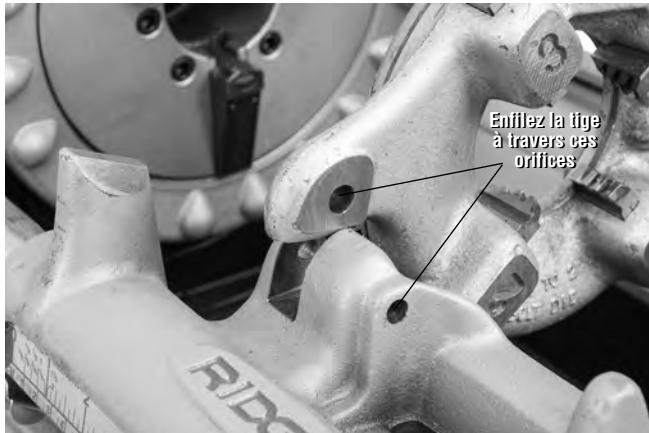

Figure 26 – Fixation de la tête de filière à gauche
- Enfilez une tige Ø  $\frac{5}{16}$ " de 2 pouces de long à travers l'orifice du bâti du chariot, puis celui de la tête de filière à gauche, afin de tenir la tête de filière en place (Figure 26).